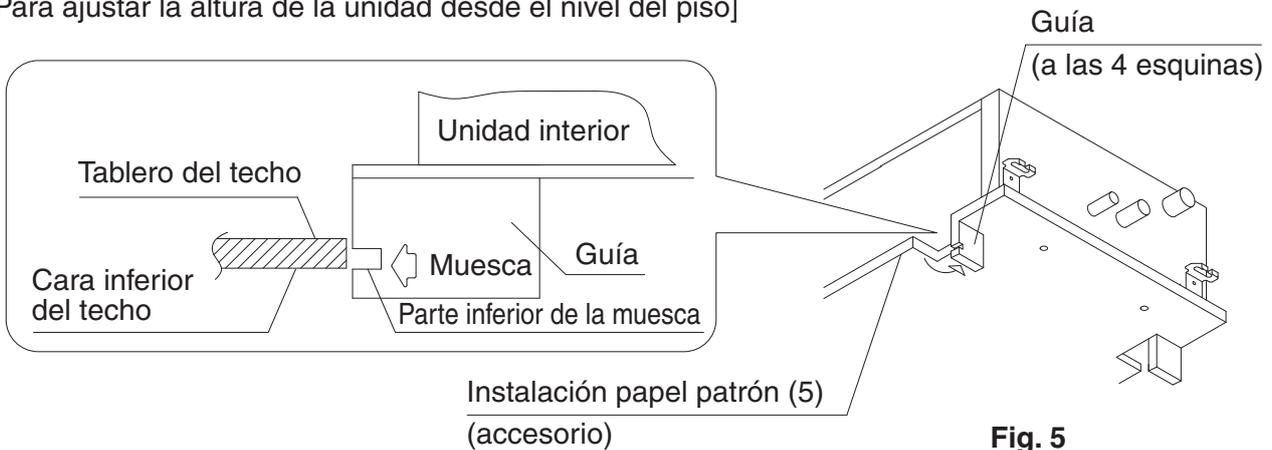

Fig. 5
- Doble las guías (4 plazas) que se muestran en el patrón de papel instalación (5). Ajuste la altura de la unidad interior desde el nivel del suelo para que la cara del techo más baja y la parte inferior de la muesca coincidan. **(Refiérase a la Fig. 5)**
- Corte las guías del papel del patrón de instalación (5) y coloque la guía en la parte inferior de la unidad interior. Ajuste la altura de la unidad desde el nivel del suelo para que la cara del techo más baja y la parte inferior de la muesca coincidan. **(Refiérase a la Fig. 5)**